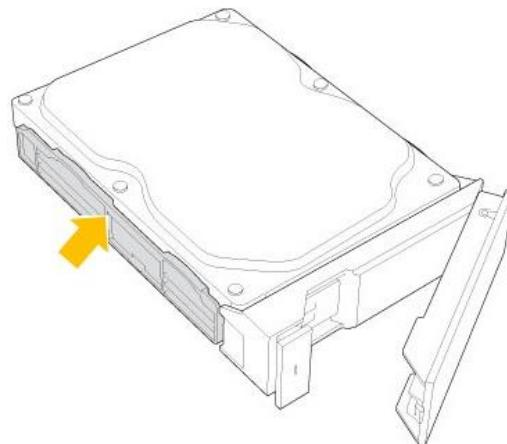

Рисунок 148 – Закрепите жесткий диск в лотке (четыре штырька)
11. Чтобы закрепить диск оставшимися двумя штырьками, отпустите левую сторону лотка (см. Рисунок 148).